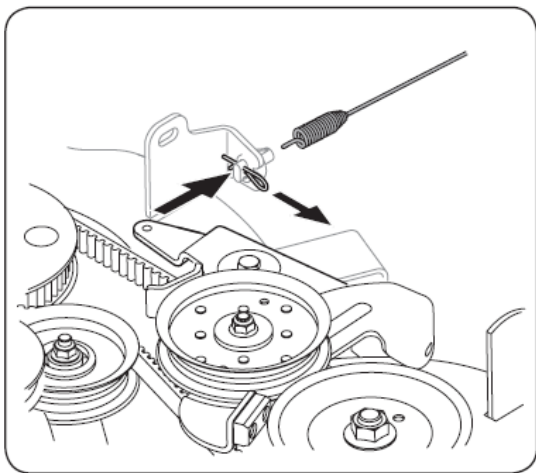

Figure 7-4
13. Tirez la goupille à épingle vers l'extérieur et décrochez le câble de ressort moteur de l'assemblage du bras de renvoi. Consultez la Fig. 7-4.